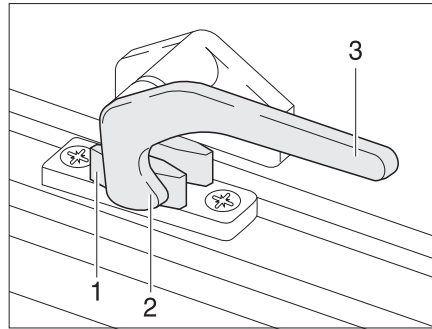

Bild 11 Verriegelungshebel in Stellung "geschlossen"
- Den Verriegelungshebel (Bild 11,3) eine viertel Umdrehung zur Fenstermitte hin drehen.
- Den Verriegelungshebel (Bild 11,3) eine viertel Umdrehung zum Fensterrahmen hin drehen. Die Verriegelungsnase (Bild 11,2) liegt auf der Innenseite der Fensterverriegelung (Bild 11,1).